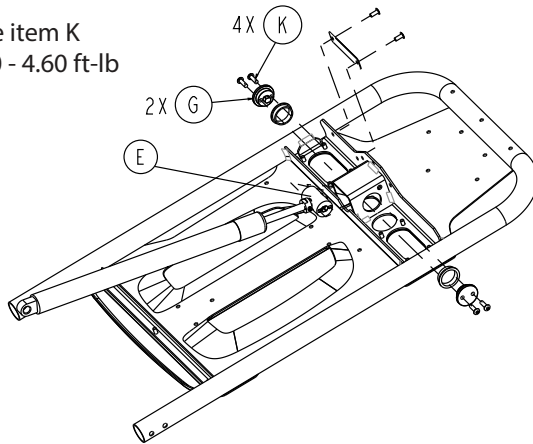

Figure 16 – Retirer les vis d'assemblage à tête ronde
4. À l'aide d'une clé Torx T25, retirer les deux vis d'assemblage à tête ronde (K) qui fixent l'extrémité de l'étrier du ressort à gaz (G) à l'étrier du ressort à gaz (E) du côté gauche du patient (Figure 16). Conserver les vis.